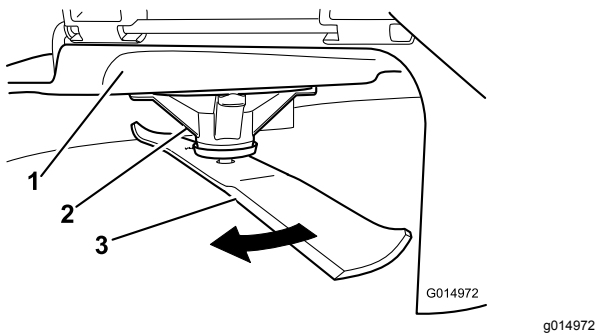

Figura 45
- Llevando guantes fuertemente acolchados u otro tipo de protección apropiada para las manos, gire la cuchilla a medir lentamente hasta una posición que permita medir eficazmente la distancia entre el filo de corte y la superficie nivelada en la que descansa la máquina (Figura 45).